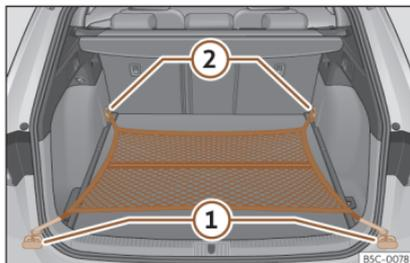

Fig. 126 En el maletero: bolsa de red enganchada a ras del suelo.
- Fije los ganchos de la red en las argollas de amarre ① y ②»» fig. 126 »» ⚠. La cremallera de la bolsa tiene que quedar hacia arriba.